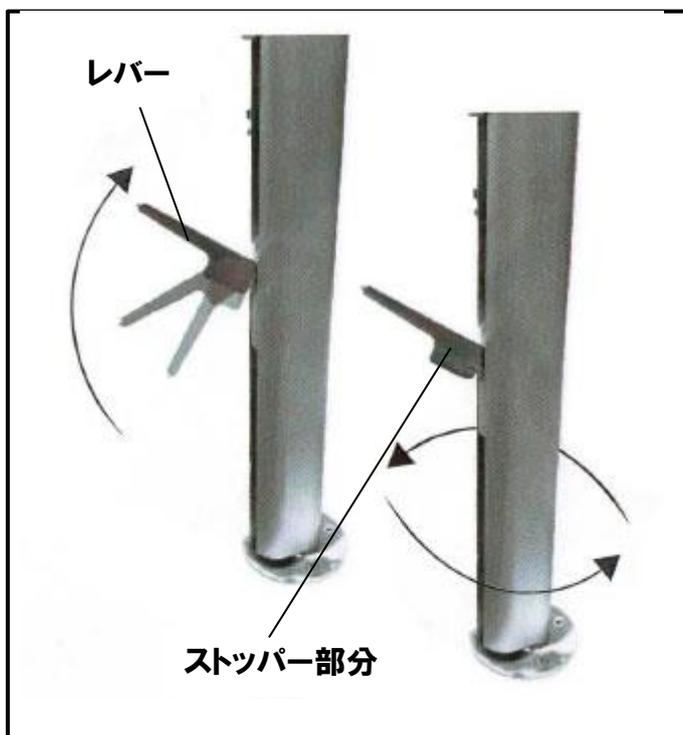

図.13
- ①レバーを上を持ち上げ、回転操作を行います。
- ②好みの向きに合わせましたらレバーを下げます。台座軸に細長い溝がありますので、その溝にストッパー部分が入るように微調整します。
- ③ ストッパーが正しくかかっている場合、レバーが支柱部分に収納されます。(図.13)
- ① スライドハンドル下部のストッパーネジを緩めます。
- ② スライドハンドルをゆっくり下げて下さい。力強く下げると、パラソルがダンパーの力で支柱側に勢いよく閉じてきますので、パラソル本体のアーム等を支えながら、十分確認して閉じるようにして下さい。
- ③ 布製ベルトでパラソル本体のキャンバスを結束できたら完了です。